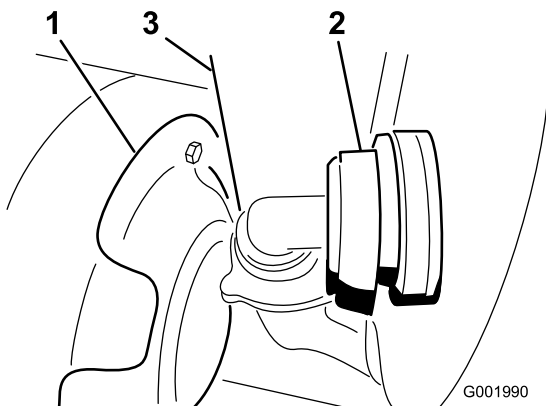

Figura 56
3. Desconecte la manguera situada en la cara delantera inferior del depósito (Figura 56).
Nota: Es posible que usted tenga que empujar hacia atrás el protector térmico (Figura 56) mientras retira la cubierta.
7. Conecte la manguera a la parte delantera del depósito (Figura 56).